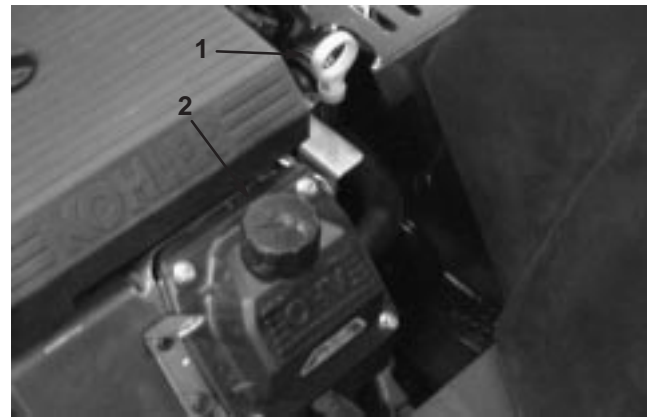

Bild 11
2. Reinigen Sie den Bereich um den Ölpeilstab herum (Bild 11), damit kein Schmutz in den Einfüllstutzen gelangen und so den Motor beschädigen kann.